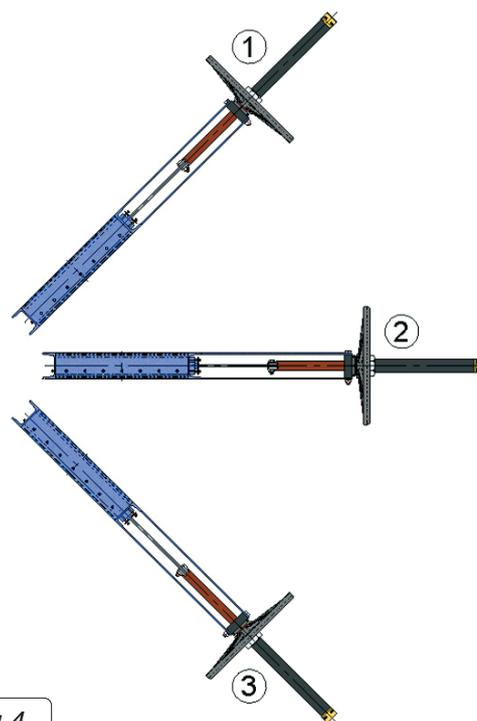

Fig. 4
**Posiciones números 1, 2 y 3 (fig 4):** En estas posiciones se recomienda realizar un soporte adecuado, ya que debido al peso del actuador pueden darse deformaciones y esto puede derivar en problemas de funcionamiento de la válvula.